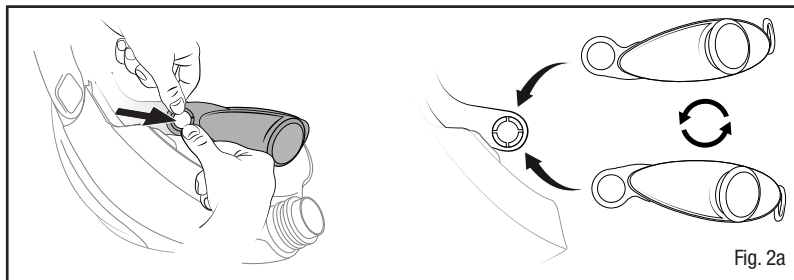

Fig. 2a
3. Tourner le bouton à cliquet situé à l'arrière de la coiffe dans le sens des aiguilles d'une montre jusqu'à ce qu'elle soit serrée, mais confortable. Tourner dans le sens contraire des aiguilles d'une montre pour desserrer, au besoin. La coiffe convient à des tours de tête de 51 à 64 cm (tailles américaines : 6 3/8 à 8). Un coussinet confort de réduction de la taille à cliquet (M-956) est offert en option pour accroître le confort. Ce coussinet confort peut également être utilisé pour améliorer l'ajustement et la stabilité pour les têtes plus petites. Pour obtenir un ajustement confortable et sécuritaire, on peut également enlever le cliquet, le faire pivoter sur 180 degrés et le remettre en place pour modifier légèrement le point de contact entre le cliquet et l'arrière de la tête (Fig. 2a).